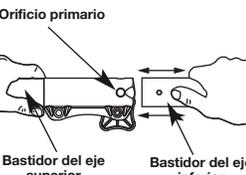

Fig. 14
3. Mientras sostiene el bastidor del eje superior, tire del accesorio de corte o accesorio en línea recta fuera del acoplador Rapid Link™ (Fig. 14)
2. Mientras sostiene el accesorio con firmeza, empujelo en línea recta en el acoplador Rapid Link™ (Fig. 14).